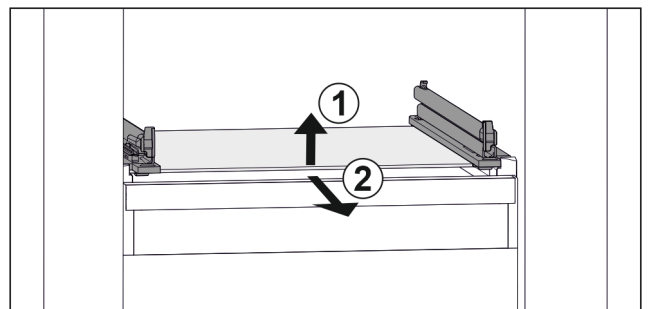

Fig. 116 Beispielhafte Darstellung der Glasplatte
- ▶ Glasplatte vorne anheben. Fig. 116 (1)
- ▶ Glasplatte nach vorne entnehmen. Fig. 116 (2)